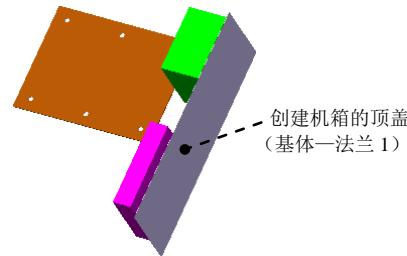

图 17.4.3 创建机箱顶盖
Step3. 创建图 17.4.3 所示的基本一法兰 1。
(1) 选择命令。选择下拉菜单 **插入(I)** → **钣金(B)** → **基体法兰(A)...** 命令。
(2) 定义特征的横断面草图。选取上步绘制的草图作为横断面草图。在草图工具栏中单击 退出草图 命令，退出草图环境，此时系统弹出“基体法兰”对话框。
(3) 定义拉伸深度属性。采用系统默认的深度方向。在“基本法兰”对话框的 钣金参数(S) 区域中，输入厚度值 0.5。在 折弯系数(A) 区域中的下拉列表中选择 $K\text{因子}$ 选项，并在其文本框中输入 0.4。
(4) 单击 \checkmark 按钮，完成基体—法兰 1 的创建。
Step4. 保存文件。选择下拉菜单 $\text{文件(F)} \rightarrow \text{另存为(A)...}$ 命令，将新建的文件保存至 D:\sw2012.6\work\ch17\computer_case\origin 目录下。在“另存为”对话框中的文件名文本框中输入 TOP_COVER，单击此对话框中的 保存(S) 按钮。